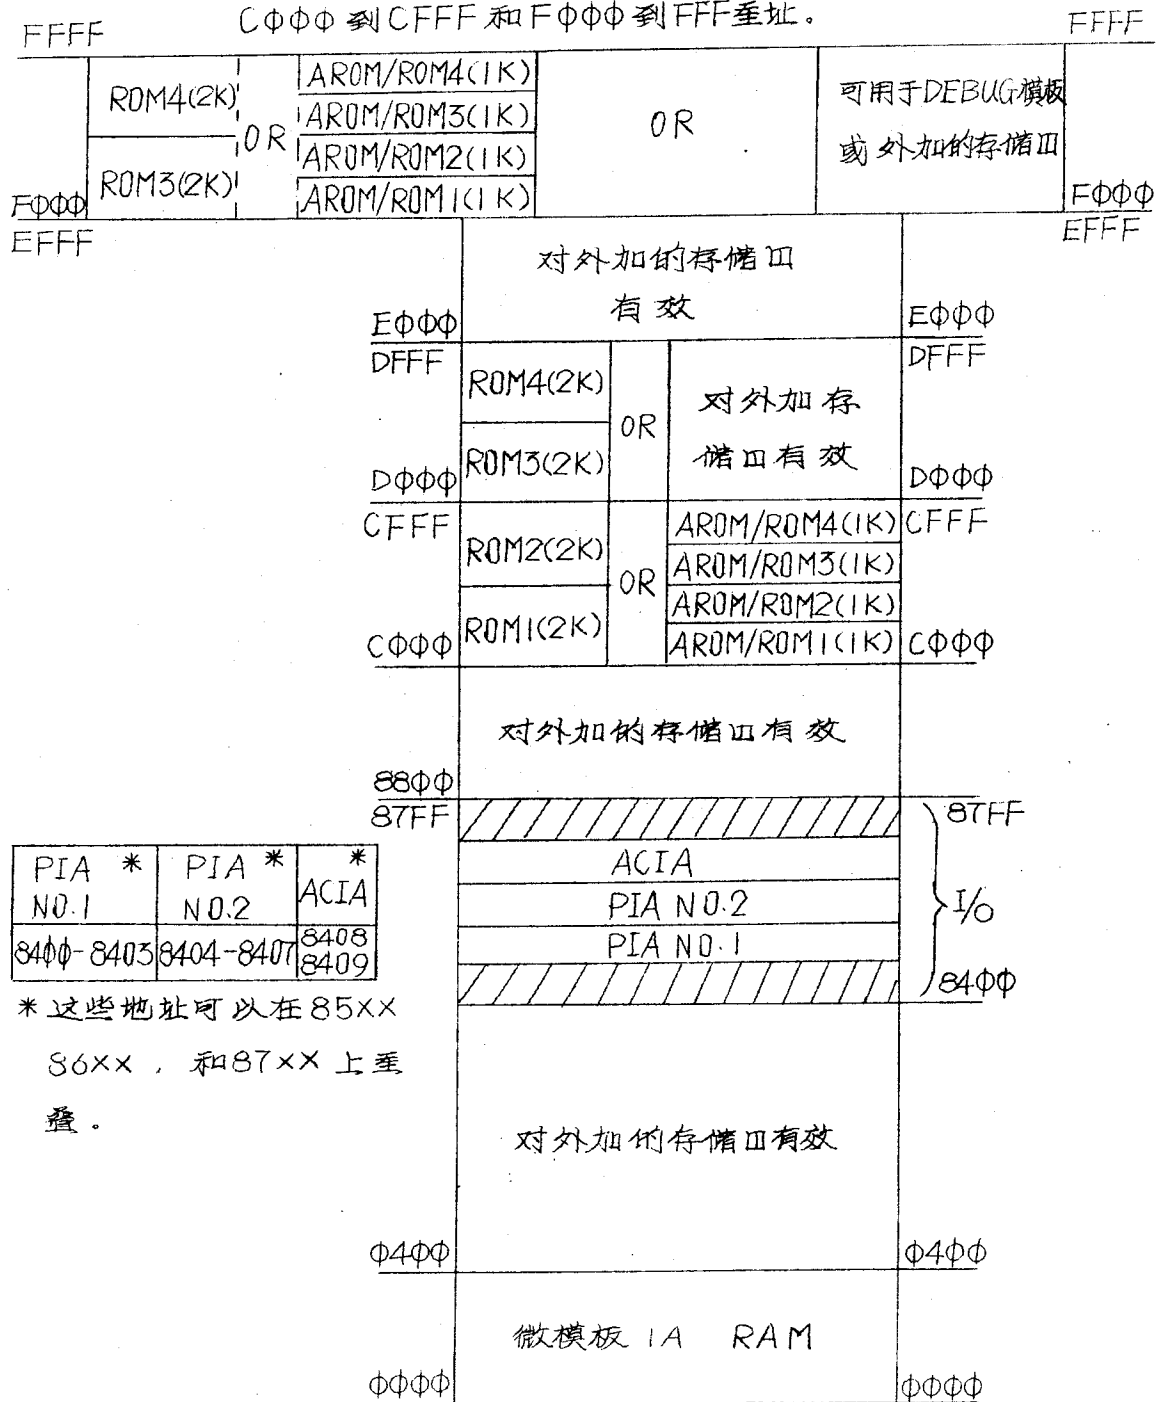

图 1-2 带有 / 或不带有 Debug 模板的存储器分配图
齐工作时，用户也不能使用。图1-2提供了本模板与调试模板一齐使用或不与调试模板一齐使用时的存储器分配图。在分配图中也指出了所用的每块 1024×8 位 ARAM/ROM 或 2048×8 位 ROM 占用的地址。这些地址取决于模板上所选用的器件类型。当外加的微模板与单板微型计算机1A连用时，则其地址应选择落在存储器分配图中指定的可用的地址范围内。
将从起始地址 $F\phi\phi\phi$ 来响应。(注意: 图 1-2 所示, 只有 2 个 2K ROM 在地址 $F\phi\phi\phi - FFF$ 将会重叠) 然而, 用户将他的 ROM 程序地址分配在 $C\phi\phi\phi - CFFF$, 仍然是合适的。杆座 U20 对应于低位有效地址, 而 U17 则对应高位有效地址。MC68 $\phi\phi$ MPU 将存储区顶部的 8 个地址 $FFF8 - FFFF$ 设置为中断向量之用, 分配如下:
c. 如果使用附加的模板的话, 必须按图 1-2 所示可利用的地址来分配。
在某些应用中(例如将微模板1A放在带有驻留的软件包的EXERCISER中)可以使用外加的RAM模板来增加可利用的RAM的存储容量。当使用外加的RAM模板时,存储地址 $\phi\phi\phi\phi \sim \phi4\phi\phi$ 变成重叠的。外加RAM模板可以占有这些存储单元以及占据图1-2所指示的存储单元地址。但如果愿意的话,可以割断印刷电路板上E2与E3端的连线来使到板上的RAM不工作。然而切断这条连线并不是增加外加RAM模板的必须的先决条件。